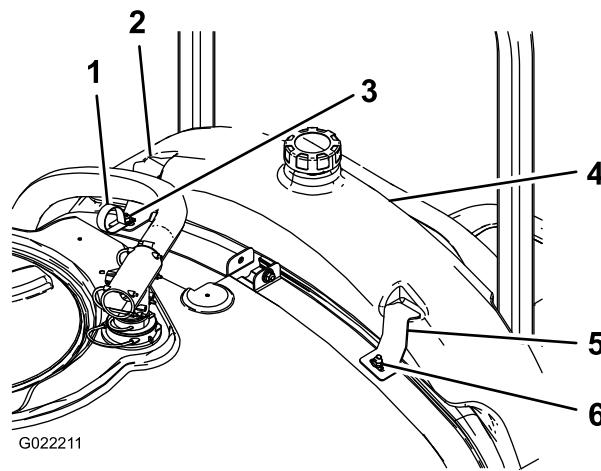

図 2
- すぎタンクを取り付ける図2。
- 大きいワッシャ2枚とフランジナット2個を使って、すすぎタンクブラケットとRクランプを、先ほど取り付けたキャリッジボルトに取り付ける図2。